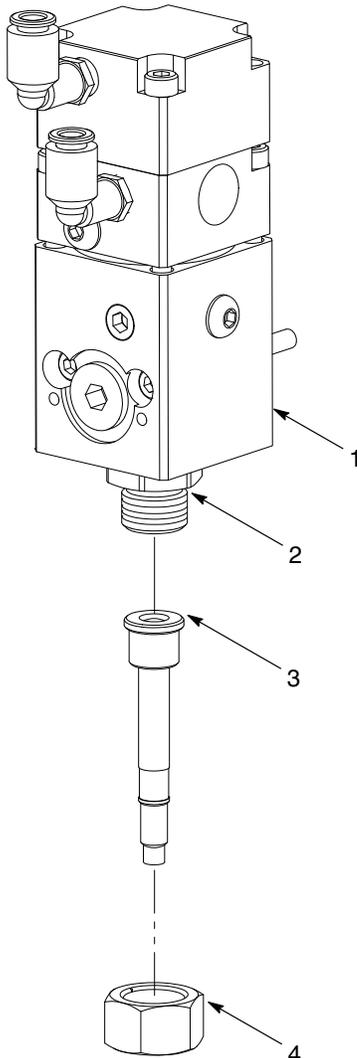

Figura 7 Tipica installazione dell'ugello
1. Vedi figura 7. Lubrificare i filetti (2) della valvola di erogazione (1) con un lubrificante compatibile con il materiale erogato.
2. Montare l'ugello (3) usando il dado dell'ugello (4). Stringere bene il dado dell'ugello.
4. Vedi figura 7. Rimuovere con cautela il dado dell'ugello (4) e l'ugello (3) dalla valvola di erogazione (1). Pulire l'ugello e i filetti della valvola di erogazione (2) con un solvente compatibile.